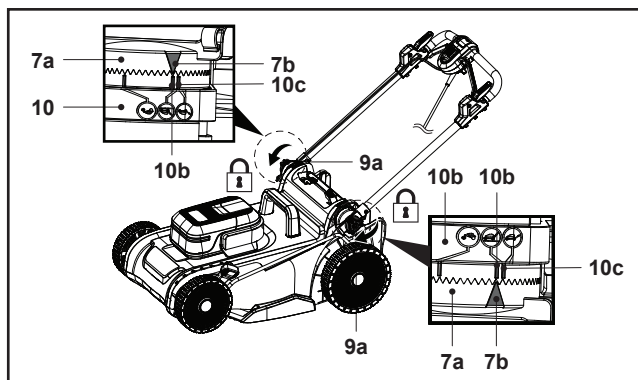

Fig. 2
4. Alinhe o triângulo de indicação (7b) na placa seletora (7a) com um dos indicadores de altura da pega (10b/10c) no suporte da pega (10) e, em seguida, fixe o conjunto da pega (5, 7) apertando os botões de bloqueio (9a) (Fig. 2).